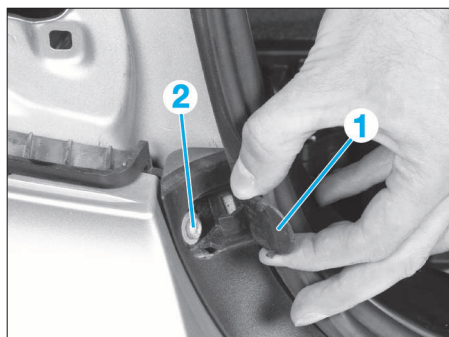

FIG. 93
- De chaque côté du véhicule, dégager le recouvrement (1) et détacher la vis (2) située en dessous (Fig.93).